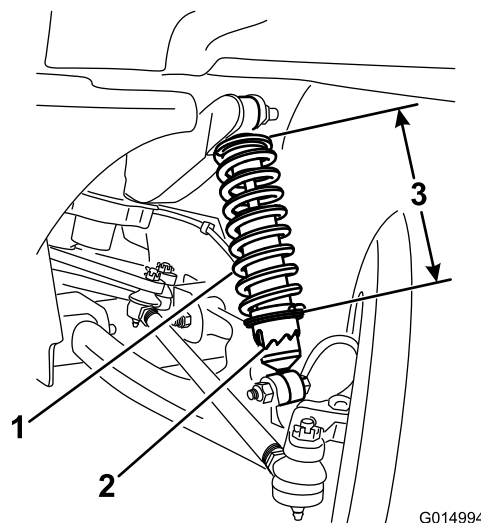

Figura 32
- A. utilizzando l'attrezzo TORO6010 ruotate il collare sull'ammortizzatore per cambiare la lunghezza della molla (Figura 32).